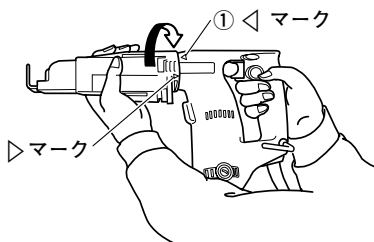
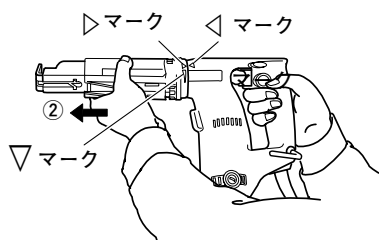

図 4-1
図 4-2
本体を片手で固定し、もう一方の手で連結ねじアタッチメントを図4-1の矢印①の方向に回転させます。本体の◁マークと連結ねじアタッチメントの▷マークを合せ、図4-2の矢印②の方向に引き、取りはずします。
(図4-2)